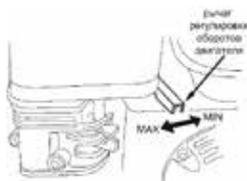

рис.8
4.2 Регулировка производительности насоса см. рис.8
Производительность насоса контролируется настройкой скорости работы двигателя. Перемещение рычага управления дроссельной заслонкой (рис.8) в направлении MAX увеличивает производительность насоса, перемещение его в направлении MIN уменьшает производительность.